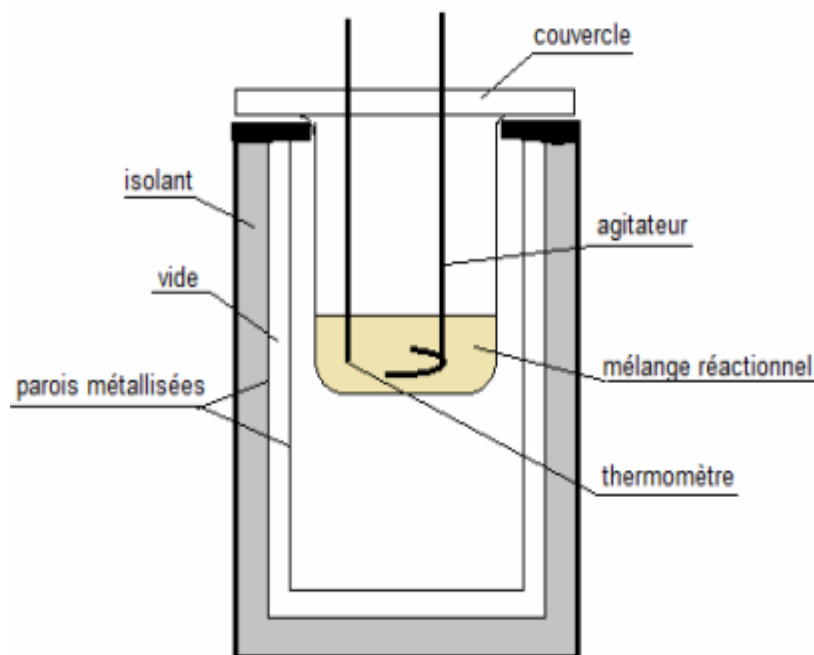

Figure 1 : Calorimètre du type Dewar
- Laver le vase intérieur du calorimètre (figure 1) à l'eau de robinet ; ensuite le rincer avec l'eau distillée.